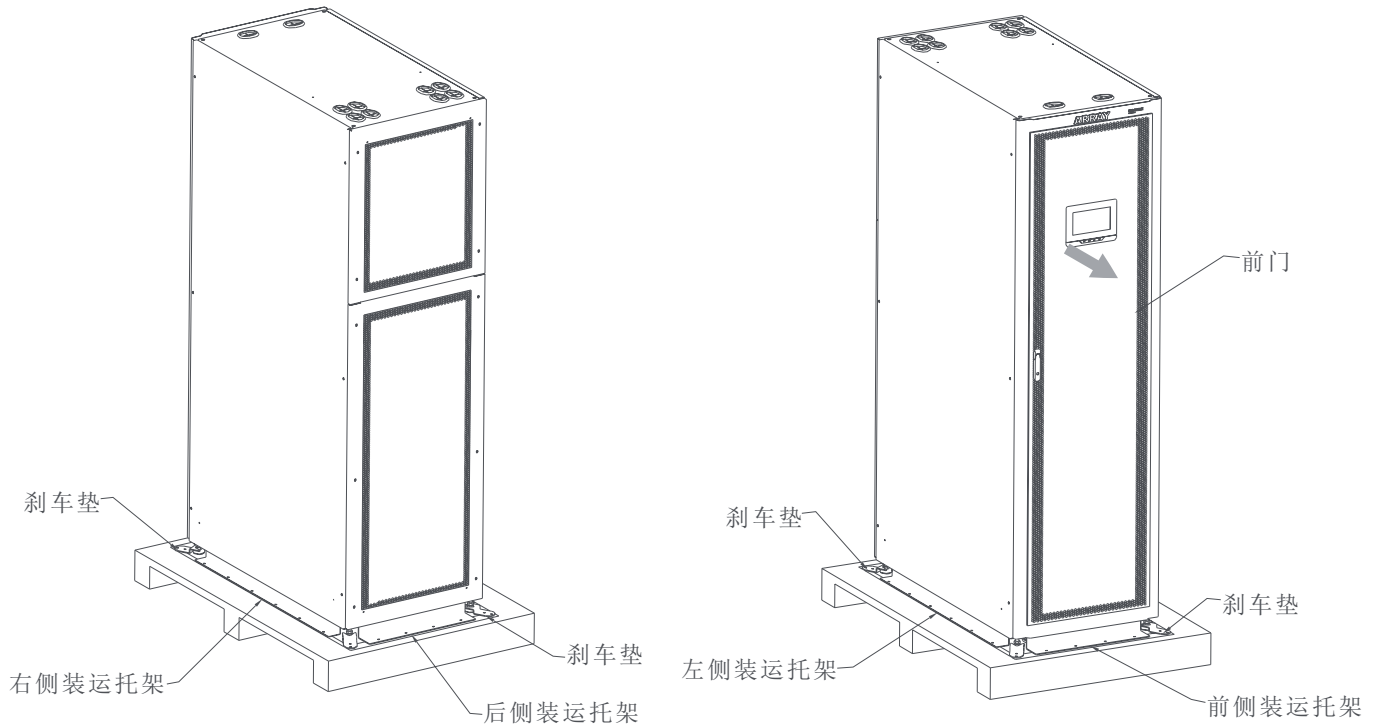

图3-4: 拆除所有的固定装运托架及其架固定在栈板上的螺钉
2. 拆除机柜所有的固定装运托架及其固定在栈板上的螺钉（见图 3-4）。如果要永久安装机柜，请保存好装运托架和固定五金件，以备后用。
10. UPS 机器需用原来的五金件重装第 3 和第 5 步中拆掉的机柜前后两侧的装运托架（见图 3-4）。